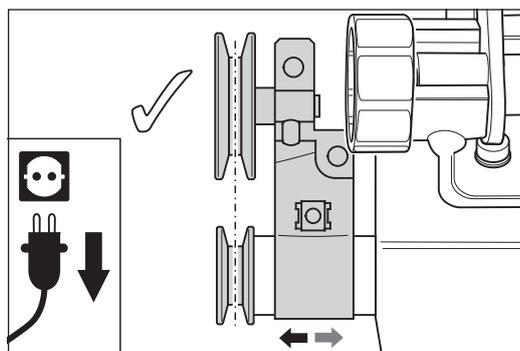
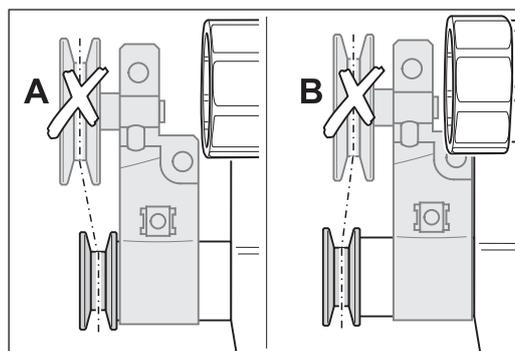

Abb. 112 **Die Keilriemeneinstiche von Riemenspanner und Ventilatorachse müssen zueinander fluchten!** Den Riemenspanner entsprechend verschieben.
Abb. 113 Position **A** und **B** des Riemenspanners vermeiden! Ansonsten erhöhter Verschleiß von Riemenspanner, Ventilatorachse und Keilriemen!
**Die Einstiche der Keilriemenscheiben an Ventilatorachse und Riemenspanner müssen zueinander fluchten! Der Riemenspanner kann entsprechend verschoben werden (Abb. 112)! Fluchten die beiden Keilriemeneinstiche nicht zueinander (Abb. 113, A oder B), erhöht sich der Verschleiß von Ventilatorachse, Riemenspanner und Keilriemen erheblich! Diese Teile müssen dann wesentlich öfter ausgetauscht werden!**